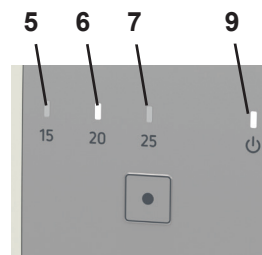

Fig. 4
- ♦ O indicador de funcionamento verde (9, Fig. 4) pisca de forma rápida.
- ♦ O indicador amarelo do limiar definido acende-se (5, 6, 7, fig. 4).
- ♦ O indicador de funcionamento verde (9, fig. 4) acende-se.
Desde que o fluxo volumétrico seja maior que o valor limite estabelecido, o indicador correspondente (5, 6, 7, Fig. 4) acende-se.